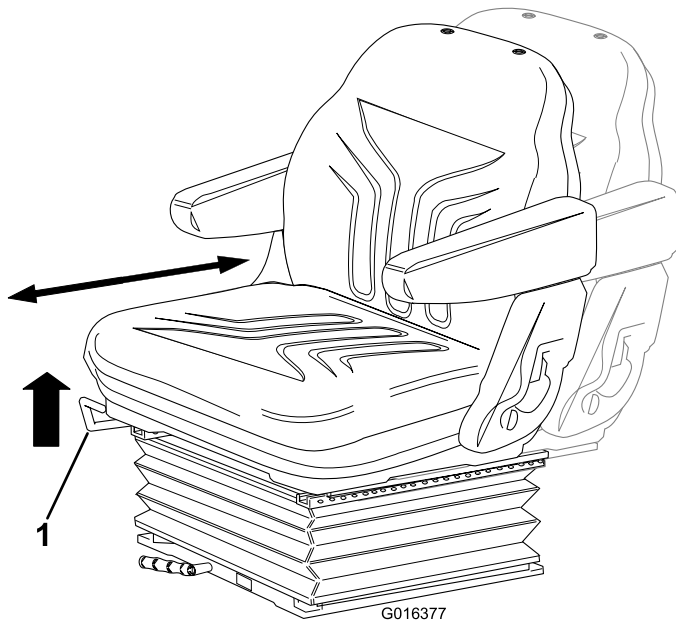

Bild 22
- **Verstellen nach vorne und hinten:** Schieben Sie den Hebel nach oben, um den Sitz nach vorne oder hinten zu verstellen. Wenn Sie den Hebel wieder loslassen, rastet der Sitz in der gewünschten Stellung ein (Bild 22).